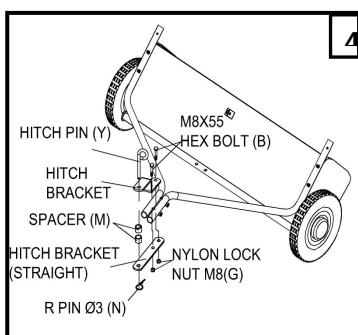
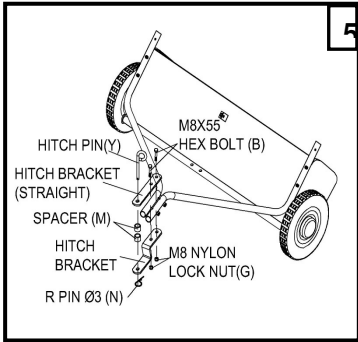

Abbildung 4:
Abbildung 5:
Die beiden Rohre mit zwei M8 x 75 Schrauben (A), und M8 Kontermuttern (G) sammeln. Noch nicht 100 % festschrauben. Wenn Ihr Traktor 26cm bis 34cm Bodenfreiheit hat, siehe Abbildung 4. Wenn Ihr Traktor 21cm bis 26cm Bodenfreiheit hat, siehe Abbildung 5. Zunge oberhalb und unterhalb der Deichsel Aufhänger mit M8x30 (8) und Mutter M8 montieren. Dorn (Y), die zwei Abstandshalter (M) und O3 Stift (N) die vier Schrauben an der Kehrmachine festschrauben. Die beiden Schrauben, die der Zunge auf Deichsel Rohre sichern.
Siehe Text Abbildung 4